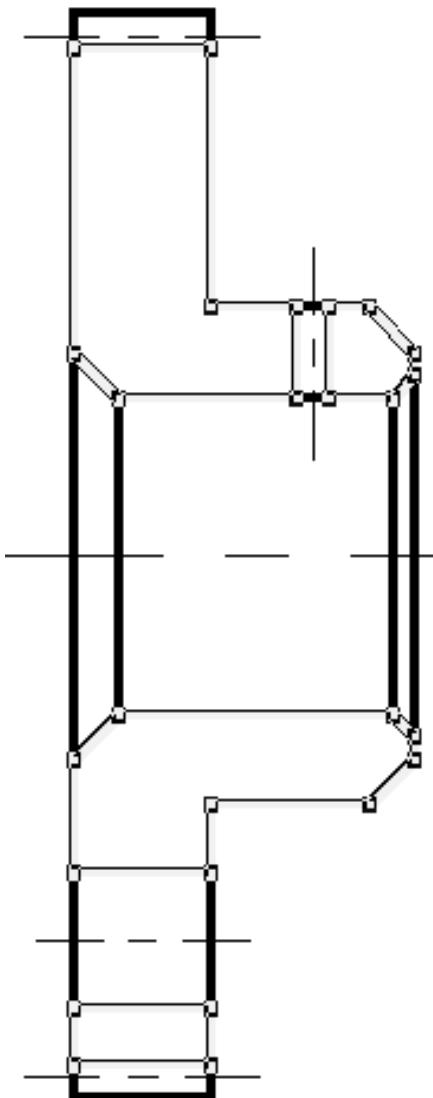

Рис. 1.11. Выделение контура штриховки
9) Пришло время создать штриховку. Для этого используется кнопка «Создать штриховку», расположенная на **Инструментальной панели**. В появившемся **Автоменю** следует выбрать кнопку «Параметры автоматического поиска контура». В диалоговом окне среди типов линий оставить только **Основные**. Далее следует нажать на кнопку «Режим автоматического поиска контура» и, нажимая на левую кнопку мыши внутри контура, предназначенного для штриховки, последовательно обойти все области штриховки данного чертежа (рис. 1.11). Заключительная процедура – нажать на «OK» на панели **Автоменю**;